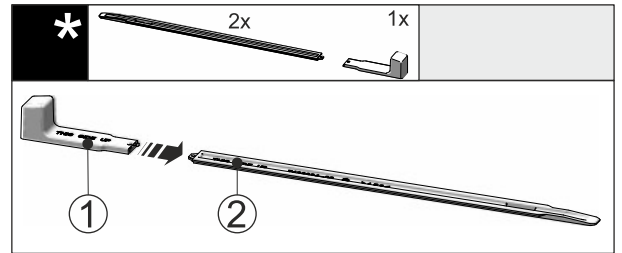

Fig. 43
- ▶ Montagegriff Fig. 43 (1) an die Nivellierschiene Fig. 43 (2) stecken.